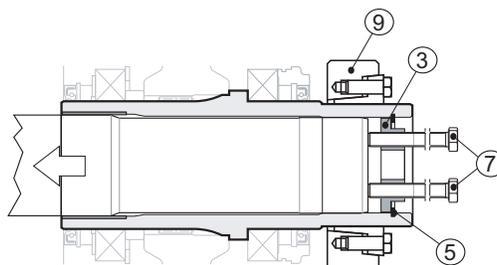

Fig. 26
Introducir en los dos orificios roscados presentes en el fondo (pos. 3) 2 tornillos (pos. 7). Apretarlos hasta que queden contra el eje de la máquina (pos. 1). Después seguir apretándolos de forma alterna, dando como máximo una vuelta cada vez (ver Fig. 26 (p. 30)).